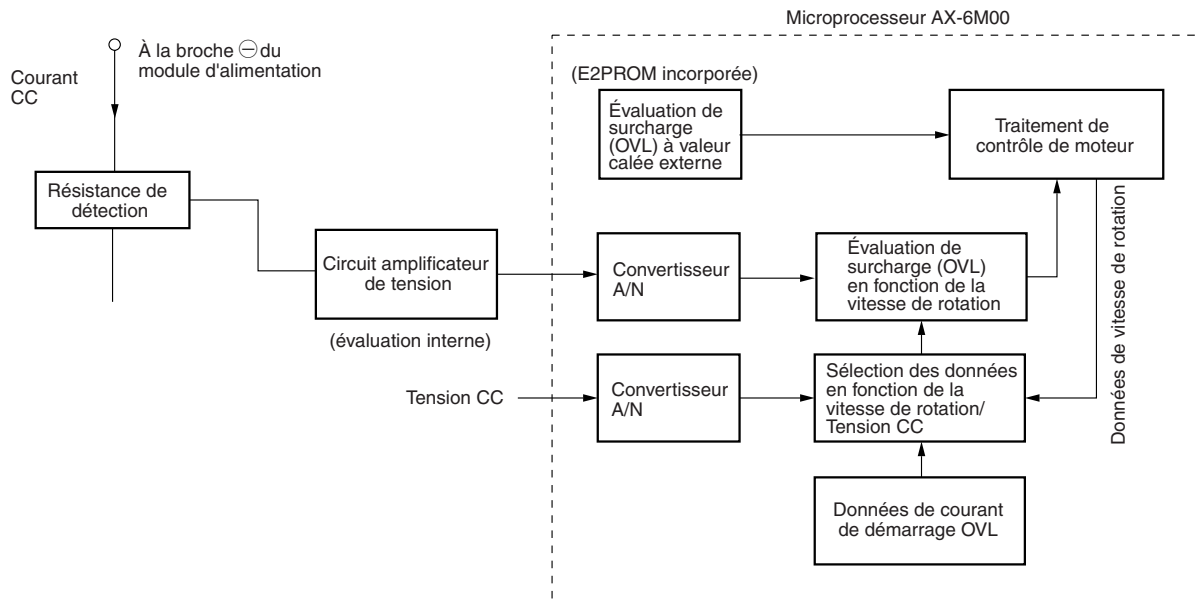

Fig. 8-1 Configuration de système de contrôle de surcharge
- Fig.8-1 représente la configuration du système de contrôle de surcharge et Fig. 8-2 indique le schéma des caractéristiques de valeur d'évaluation de surcharge. Deux évaluations sont exécutées. L'une d'elle est une évaluation externe : la valeur calée externe et la valeur de courant CC sont comparées à des fins d'évaluation quelle que soit la vitesse de rotation. L'autre est une évaluation interne : la valeur calée variant en fonction de la vitesse de rotation programmée dans le microprocesseur est comparée à la valeur de courant CC à des fins d'évaluation.